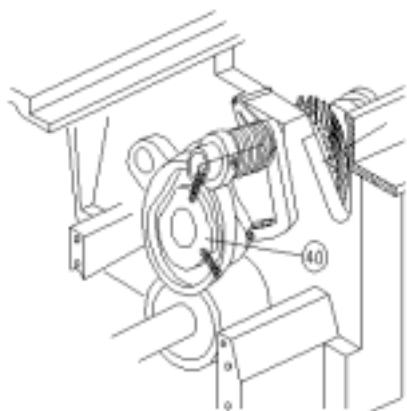
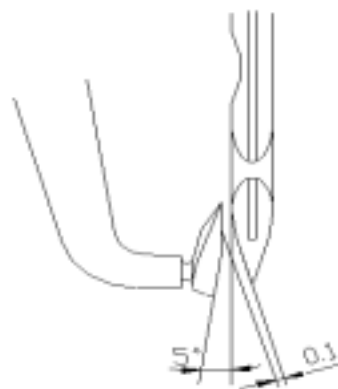
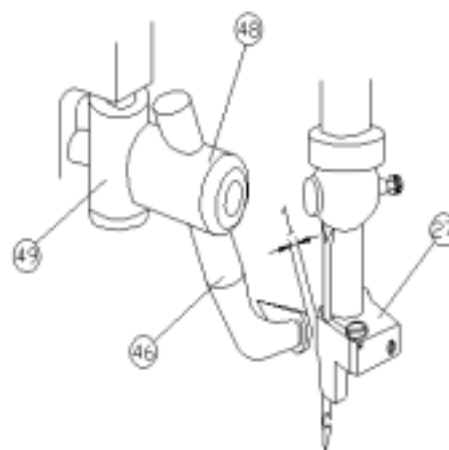

Fig. 19
Fig. 21
Fig. 22
Gire la mano - rueda con el propósito de que cambia de lugar el segundo alfiler de clavija del leva de tensión (40, Fig. 19), en dirección a la rotación, después de arreglar la leva antes en un puesto vertical con respecto a el avión de la máquina. Con la leva (40) en este puesto traiga el segundo alfiler de clavija, en dirección a la rotación, del brazo. Estire el alfiler de clavija temporalmente en este puesto cuando este ajuste sirve de preparativos para sincronizar. Suba el gancho superior (46), colocando su punta aproximadamente 16.3 mm del nivel del placa de garganta. La punta del gancho debe estar simpatizante de un ángulo de aproximadamente 5 ° a la aguja en la orden de evitar cualquier posibilidad de la aguja terminar durante su golpe de devolución. Fig. 21. Esto es hecho girando el gancho en su recipiente (48). Fig. 22. El gancho superior regresa a su posición mirar fijamente en el segundo ciclo. Se quedando en el segundo ciclo, gire la rueda de mano para traer la parte posterior del clip de tela. Esto es hecho cambiando de lugar el recipiente de corchete (48) delantero y hacia atrás en su soporte (49). Fig. 22.